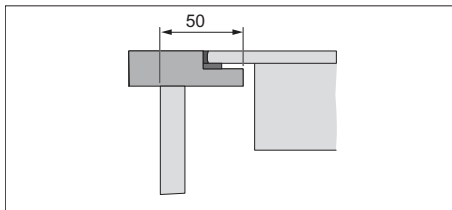

Abb. 10
- Maße in der Darstellung Abb. 10 sind in mm angegeben.
Bei Flächenbündiger Montage bitte die vorgegebenen Maße berücksichtigen (Abb. 10 und Abb. 11).